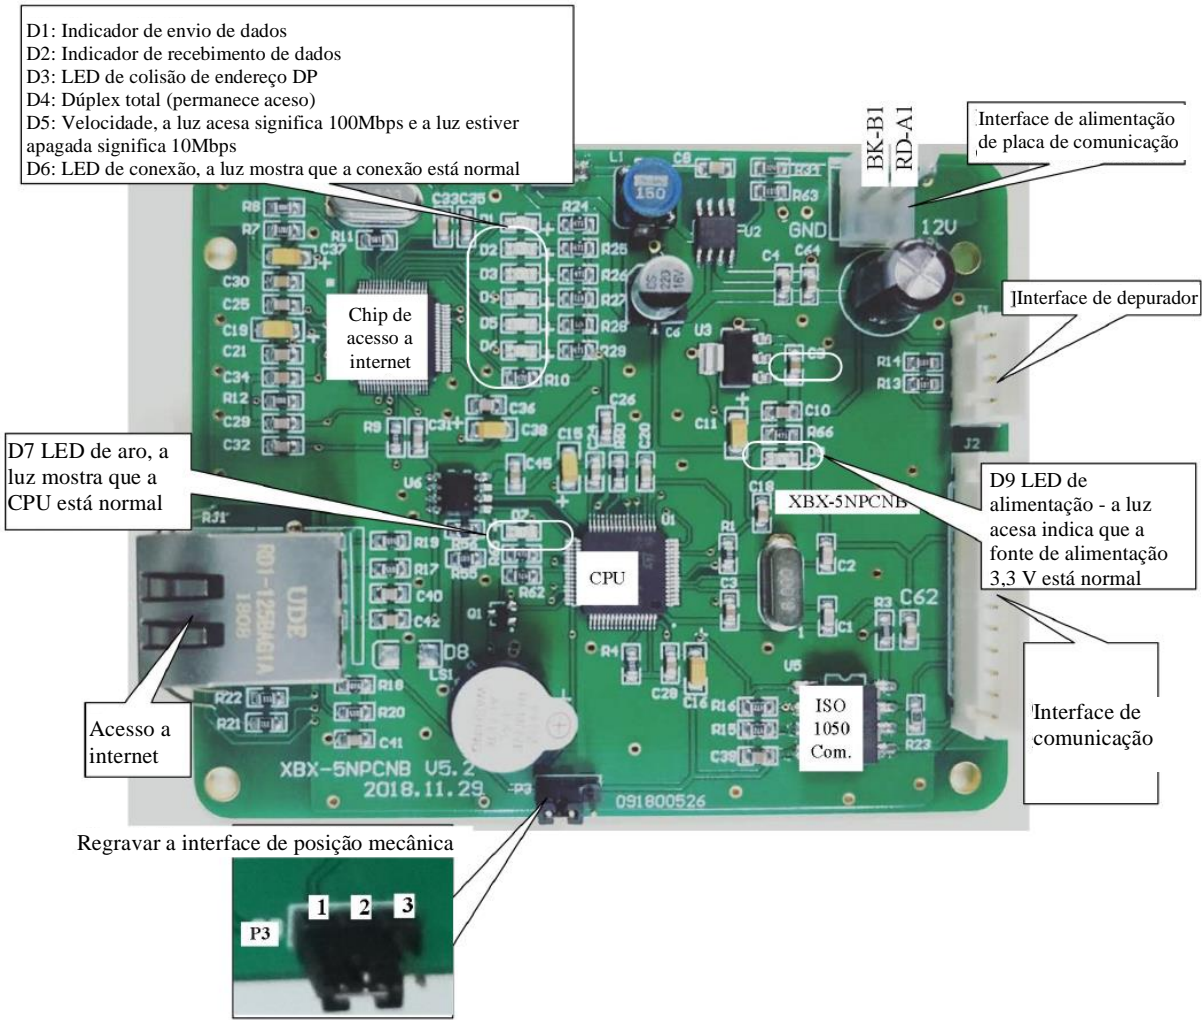

Figura 5-14 Placa de comunicação
- Coloque a tampa de curto circuito nos pinos 2 e 3 da interface P3, como mostrado na figura 5-14.
- Conecte a linha de alimentação, LED D7 - a luz verde pisca rapidamente e a posição do LED é como mostrada na figura 5-14.